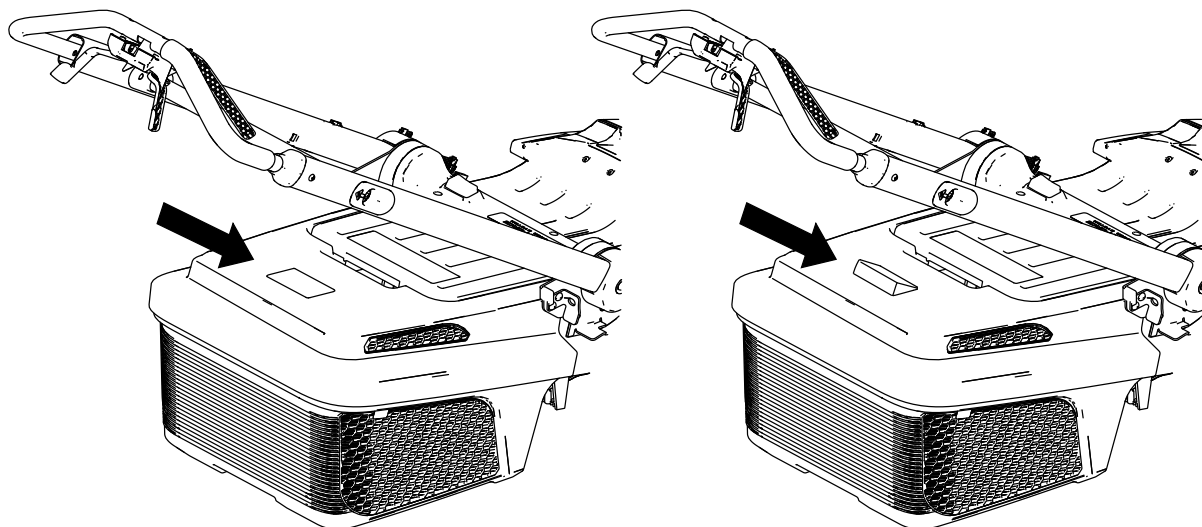

Figuur 14
1. Zet de handgreep rechtop en til de achterste grasgeleider op (A van Figuur 14).
2. Plaats de haken van de grasvanger in de inkepingen op de achterkant van de machine (B van Figuur 14).
3. Laat de achterste geleider zakken zodat deze komt te rusten op de grasvanger (C van Figuur 14).